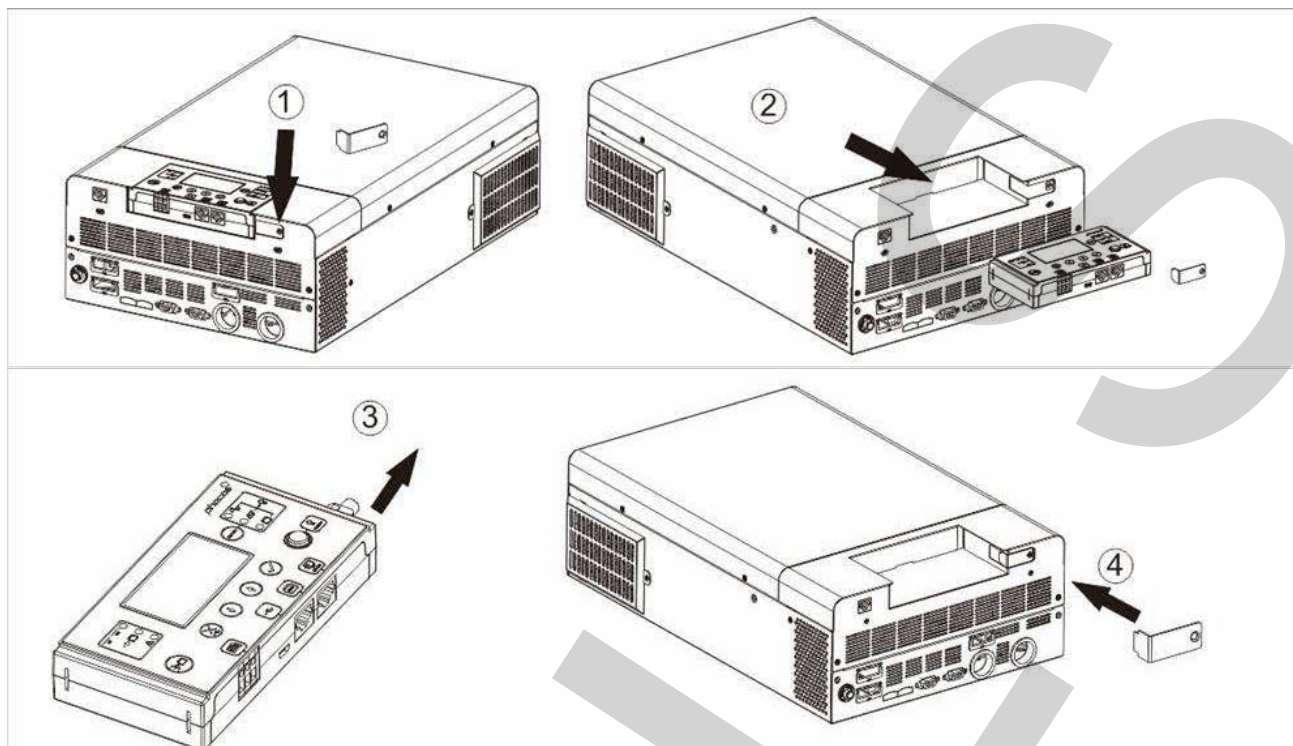

Fig. 11: Αφαίρεση αποσπώμενης οθόνης
1. Αφαιρέστε τις βίδες από το στήριγμα στο κάτω μέρος της οθόνης (Fig. 11 → ①) και σπρώξτε την οθόνη προς τα κάτω ελαφρώς ενώ αφαιρείτε το μεταλλικό στήριγμα.
2. Συνεχίστε να σπρώχνετε την οθόνη προς τα κάτω, προσέχοντας να μην πάθουν ζημιά τα συνδεδεμένα καλώδια (Fig. 11 → ②).
3. Αφαιρέστε το συνδεδεμένο καλώδιο από την οθόνη (Fig.11 → ③).
4. Βιδώστε το στήριγμα που αφαιρέσατε στο Fig. 11 → ① πίσω στη θέση του (Fig.11 → ④).